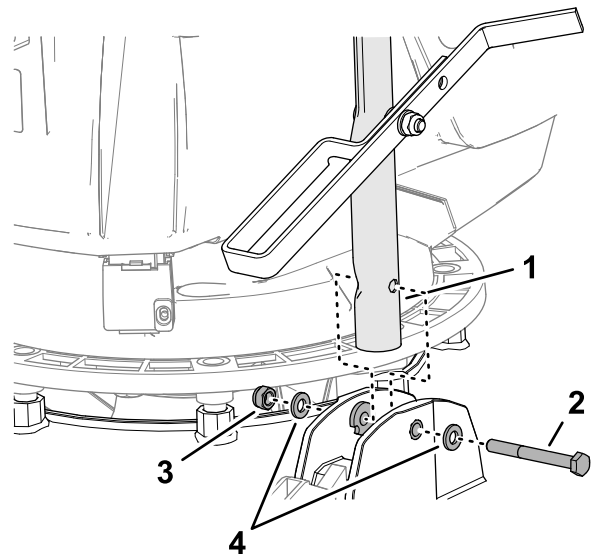

Bild 7
3. Richten Sie das Loch im Holm mit den Löchern in den Buchsen aus (**Bild 7**) und befestigen Sie den Holm mit einer Schraube (6 x 55 mm), zwei Unterlegscheiben (6 mm) und einer Sicherungsmutter (6 mm) an der Maschine.